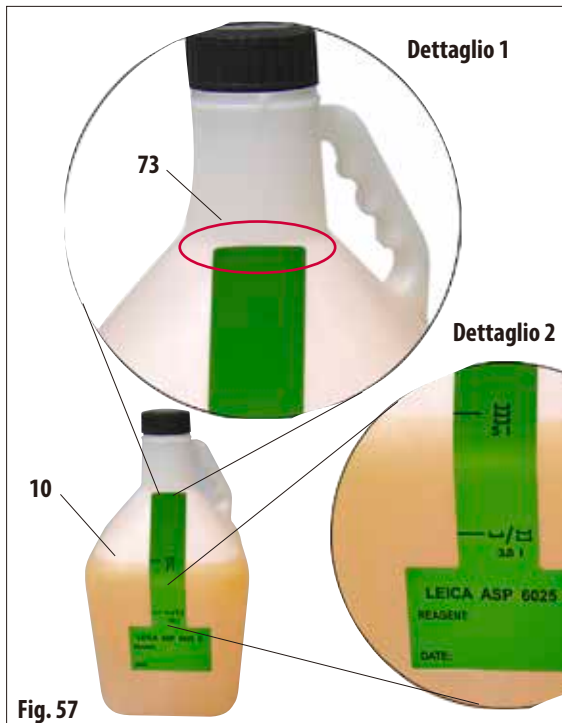

Fig. 57
Per far sì che i contrassegni di riempimento siano validi, applicare l'etichetta adesiva con il lato stretto esattamente nel punto del flacone intercambiabile (10), dove termina il collo del flacone (dettaglio 1 nella fig. 57) e quindi premerla bene verticalmente verso il basso.
Il simbolo di 5 l (dettaglio 2 nella fig. 57) significa che, se la camera deve essere riempita fino al terzo sensore di livello (corrisponde al caricamento con tre cestelli), il flacone intercambiabile deve essere riempito fino a tale punto.
Sull'etichetta adesiva è possibile annotare anche il numero della stazione, nonché la data del riempimento con il reagente indicato (fig. 57).